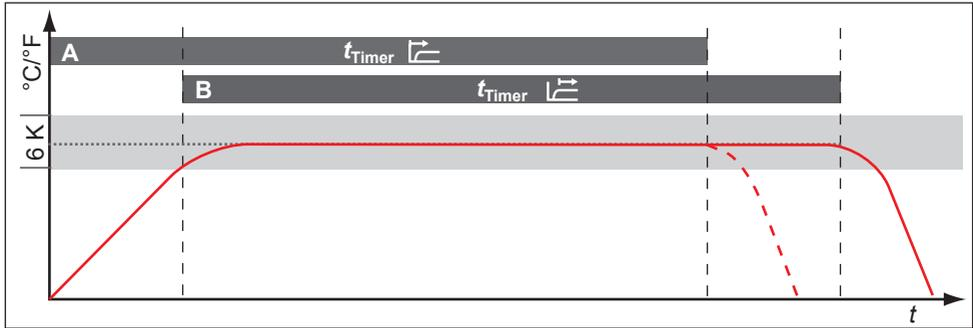

Fig. 26 Modo timer
Con este ajuste se puede definir si el reloj de cuenta atrás digital con indicación del valor nominal (temporizador, véase la página 30) debe funcionar según los valores nominales, es decir, si el tiempo de funcionamiento con temporizador no debe empezar a contar hasta alcanzar una banda de tolerancia de ± 3 K con respecto a la temperatura nominal (Fig. 26, B), o si debe hacerlo ya inmediatamente después de la activación del temporizador (A).